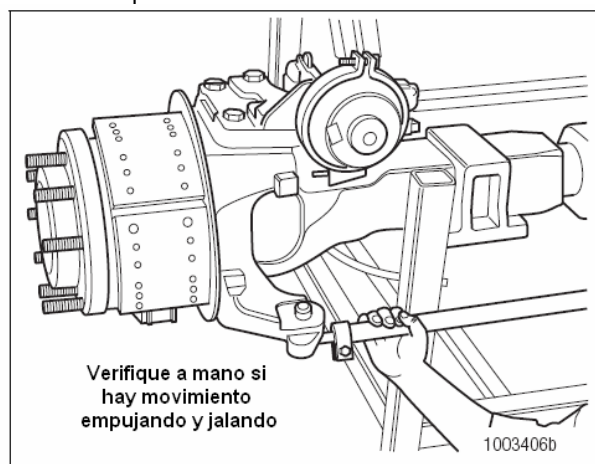

Figura 5.13
11. Utilice un movimiento de empujar-jalar para aplicar aproximadamente 100 libras (45kg) de presión manual varias veces a la terminal de la barra de tracción. Verificar si hay movimiento u holgura en ambas terminales de tracción. Figura 5.13